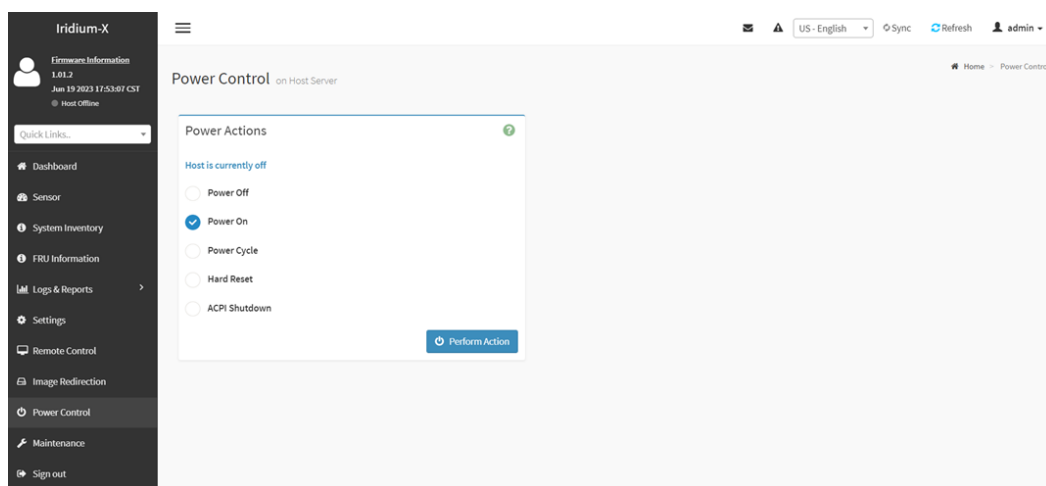

Рисунок 43 - Раздел «Power Control»
8) Раздел «Power Control» содержит варианты управления сервером (см. Рисунок 43).